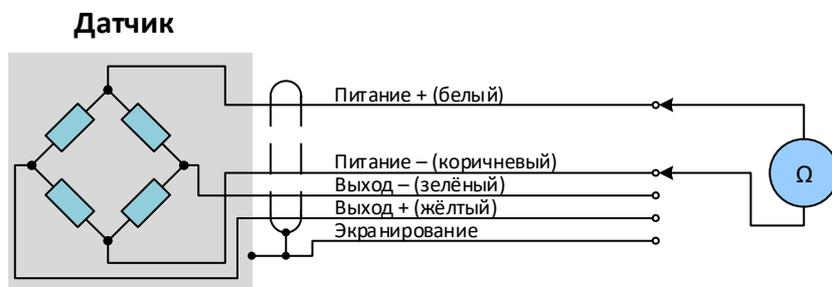

Рис. 11. Измерение сопротивления датчика
4. Контроль сопротивления датчика. Сопротивление датчика измеряется омметром, присоединённым к питательным проводникам датчика – рис. 11. Точное значение надо посмотреть в каталожном листе датчика, в основном сопротивление датчика находится в диапазоне от 350 до 400 Ом. В случае, если сопротивление датчика значительно меньше, слишком загружает преобразователь, то вследствие с этим может питание напряжение понизится. Это показывает, что ошибка в датчике. Если сопротивление датчика в границах допуска и питательное напряжение продолжает понижаться, то ошибка находится в преобразователе. Необходимо измерить входное сопротивление, т. е. между проводниками Питание + и Питание –, а также выходное сопротивление т.е. между проводами Сигнал + и Сигнал –. На фиг. 11 показано только измерение входного сопротивления.